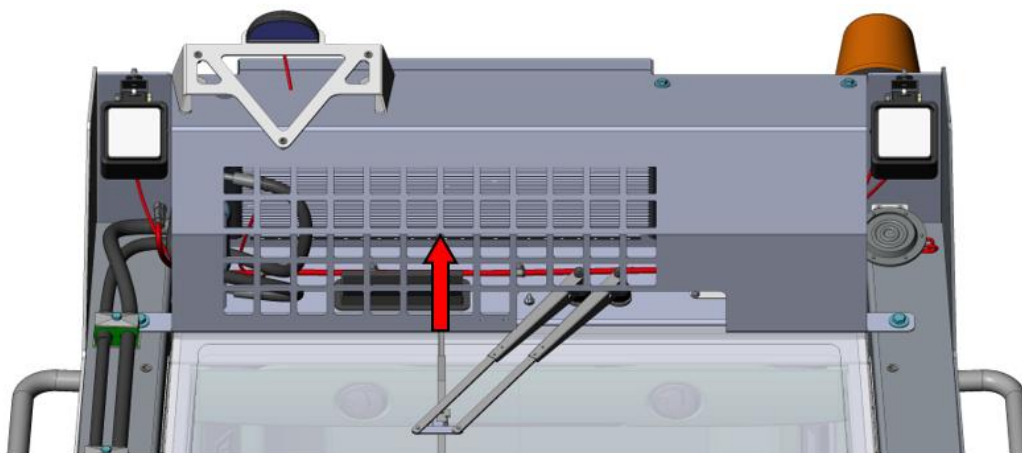

Рисунок 3.59. Конденсор системы кондиционирования воздуха
- ▶ Осмотрите конденсор на наличие загрязнений, см. рис. 3.59.
- ▶ При обнаружении загрязнений очистите конденсор сжатым воздухом в направлении стрелки снизу вверх, см. рис. 3.59.